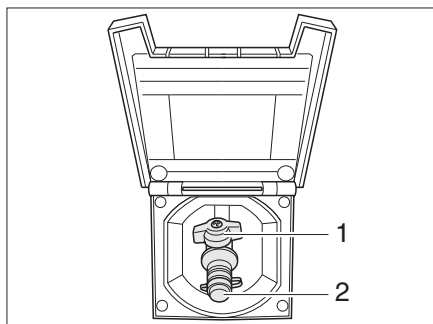

Fig. 228 Presa gas esterna, rubinetto di arresto del gas chiuso
La presa del gas esterna (Fig. 228) si trova sul lato destro del veicolo. In casi eccezionali la presa del gas esterna si trova sul lato sinistro o nella parte posteriore del veicolo.
- Collegare l'apparecchio a gas esterno all'attacco (Fig. 228,2).
- Aprire il rubinetto di arresto del gas (Fig. 228,1).